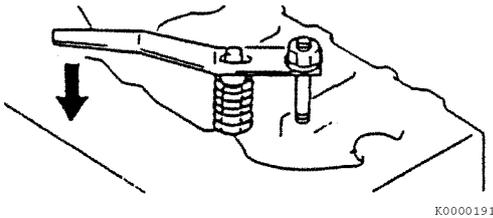

Figure 6-14
3. À l'aide de l'outil de compression du ressort de soupape, comprimez l'un des ressorts de soupape (**Figure 6-14**).